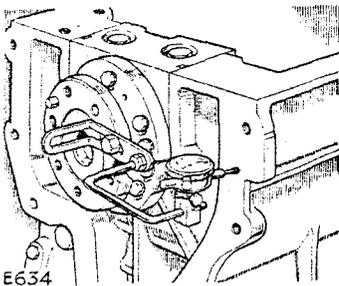

Fig. A-21—Para verificar el juego longitudinal del cigüeñal
4. Ajustese el juego longitudinal del cigüeñal por medio de un cuadrante (Fig. A-21); ajustese el cojinete central escogiendo las arandelas de